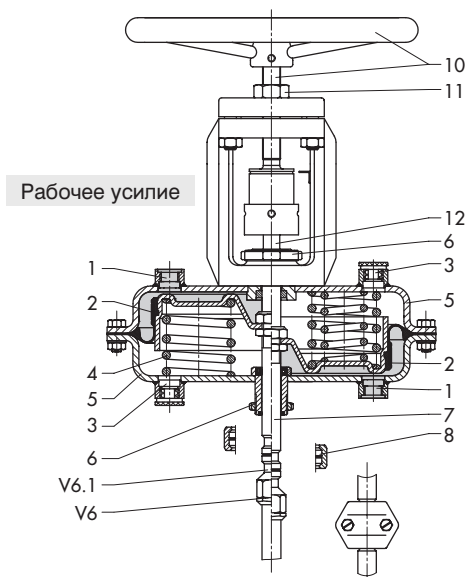

Рис. 7 · Привод 240 до 700 см² с ручным регулированием
На рис. 7 показано сечение привода с **ручным дублиром на верхней крышке мембраны**, предназначенной для эффективной поверхности от 240 до 700 см². В стандартном режиме работы штоки (7 и 12) не связаны с резьбовым шпинделем (10). После ослабления контргайки (11) можно осуществлять ручную установку регулятора.